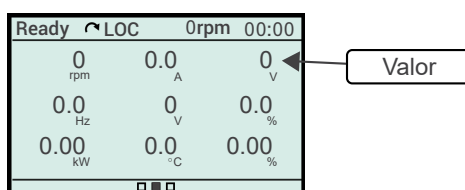

Figura 8.14: Visualización en Slot
- **Slot:** La pantalla de la HMI es dividida en 9 partes, cada parte es llamada de Slot, el cual permite la exhibición de variables de lectura en formato valor. En la Figura 8.14 en la pagina 8-6 es posible visualizar un ejemplo de exhibición.